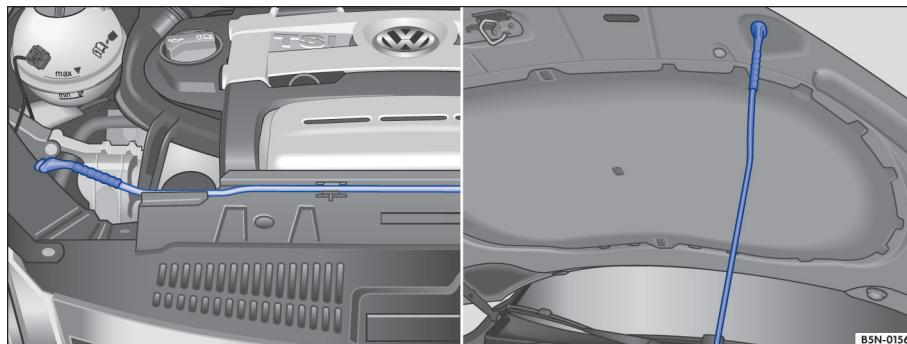

图 168 发动机舱盖支撑杆处于安放及固定位置
- 将发动机舱盖支撑杆→图 168 从其固定支架上取下。
- 将发动机舱盖支撑杆挂入图示位置的开口上→图 168